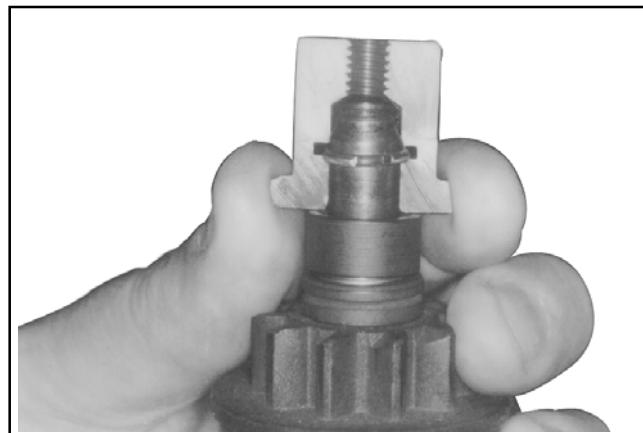

Figura 8-32. Montaggio delle metà interne dell'attrezzo intorno ad albero dell'indotto ed anello di bloccaggio.
- Tenendo lo scodellino della molla in posizione ritratta, montare le metà interne dell'attrezzo di rimozione intorno all'albero dell'indotto con l'anello di bloccaggio nella scanalatura interna (vedere Figura 8-32). Far scorrere il collare sulle metà interne per tenerle in posizione.